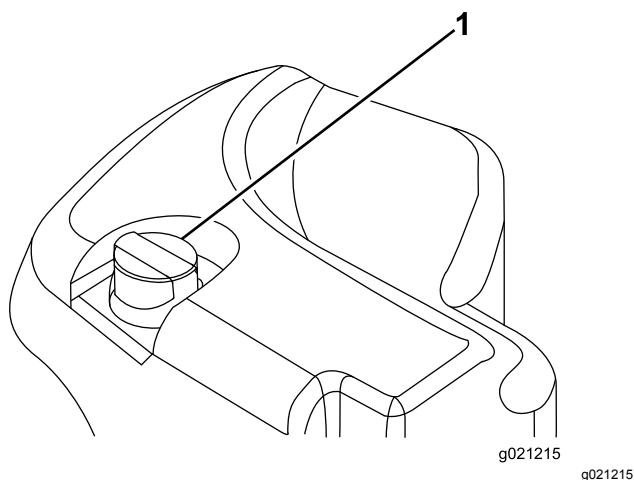

Figura 66
- Pulite attorno al collo del bocchettone e del tappo del serbatoio idraulico (Figura 66).